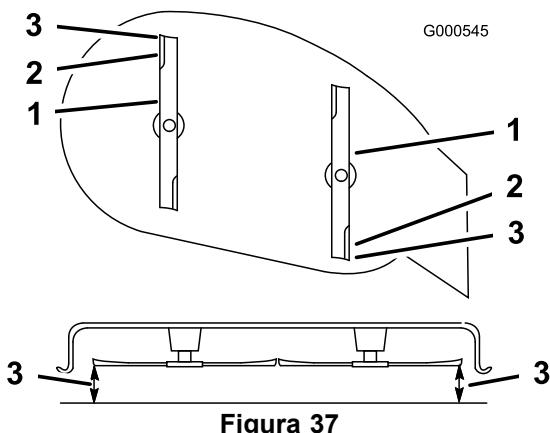

Figura 37
6. Mida entre la parte superior de la cuchilla delantera y la superficie plana y entre la punta de la cuchilla trasera y la superficie plana (Figura 37). Si la punta de la cuchilla delantera no está entre 0 a 6 mm más baja que la punta de la cuchilla trasera, ajuste la contratuerca delantera.
Nota: Siga ajustando la tuerca hasta que la punta de la cuchilla más avanzada esté de 0 a 6 mm más baja que la punta de la cuchilla más atrasada (Figura 37).